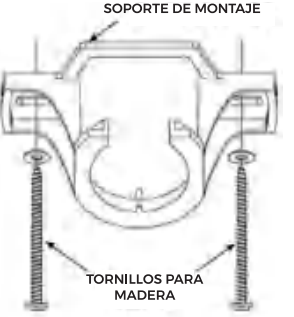

FIGURA 2
- FIJE EL SOPORTE DE MONTAJE (FIGURA 2) A LA VIGUETA DEL CIELO RASO UTILIZANDO LOS TORNILLOS LARGOS INCLUIDOS. ASEGÚRESE DE ENROSCAR AL MENOS 40 MM DEL TORNILLO EN EL SOPORTE.